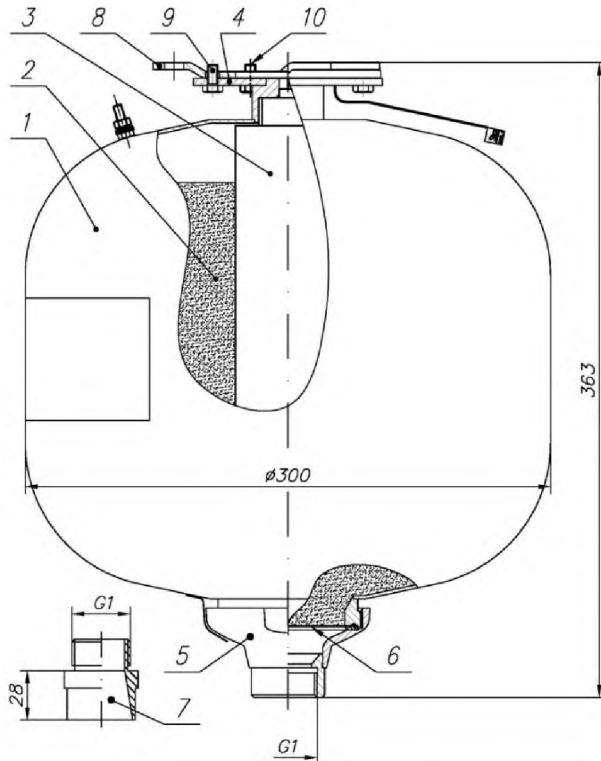

Рисунок 1 - Устройство модуля порошкового пожаротушения Буран-15КД 10
6.5 Соединить держатель модуля 4 (рис. 1) с кронштейном 7 так, чтобы головки болтов 9 вошли в широкие части пазов держателя модуля. После этого повернуть модуль вокруг оси до упора, болты при этом заходят в узкие части пазов идерживают модуль в подвешенном состоянии. Зафиксировать от поворота модуль относительно кронштейна болтом 8. Затянуть болты 9.
- Слесарным зубилом разрушить мембрану (поз. 6, рис.1). Высыпать огнетушащий порошок в полиэтиленовый мешок или другую водонепроницаемую емкость. Производственные помещения, в которых производится работа с огнетушащим порошком, должны быть оборудованы приточно-вытяжной вентиляцией, обеспечивающей движение воздуха со скоростью от 0,3 м/с до 0,7 м/с. При проведении работ необходимо соблюдать меры предосторожности, указанные в п.5.2 и 5.3. Порошок утилизировать согласно п.5.3.